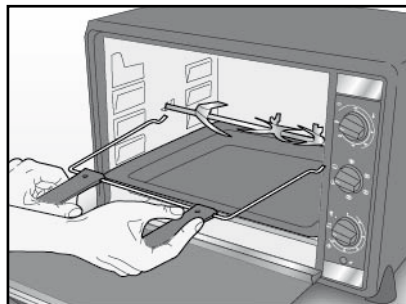

Fig. 4
- Il forno si ferma automaticamente o quando è terminato il tempo di cottura impostato oppure quando la manopola (L) viene riportata in posizione "0". In entrambi i casi, la spia (M) si spegne.
- Staccare la spina dalla presa di corrente, aprire completamente lo sportello, e con l'aiuto della forchetta (B) sollevare lo spiedo dal lato del supporto sinistro e quindi estrarre l'altra estremità dall'asse motore (Fig. 4).